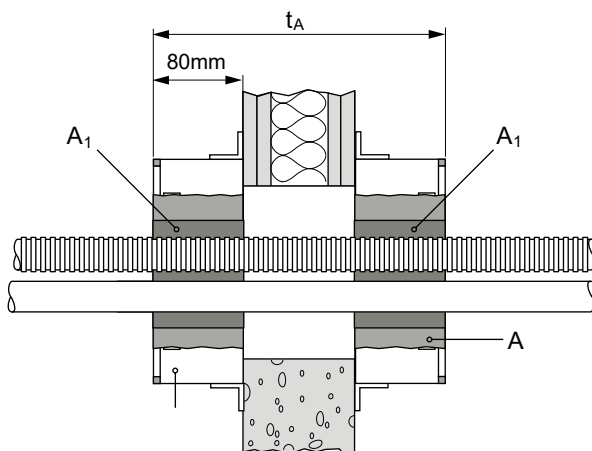

Рис. 2: Тип ущільнення:
Проходка складається з конструкції стіни/перекриття та двох кабельних хомутів Hilti (A), в яких вся видима поліуретанова вставка (до кутового профілю металевого корпусу) замінена протипожежною піною Hilti CFS-F FX A₁. (рис. 2)